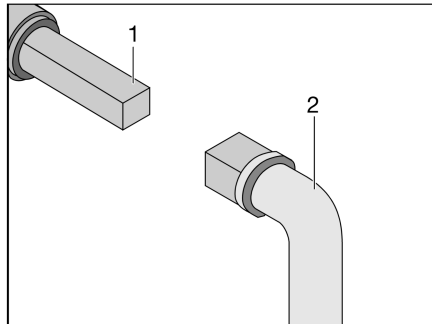

Fig. 343 Utilisation du robinet d'évacuation des eaux usées
- Insérer la clé (Fig. 343,2) sur la vis à quatre pans (Fig. 343,1).